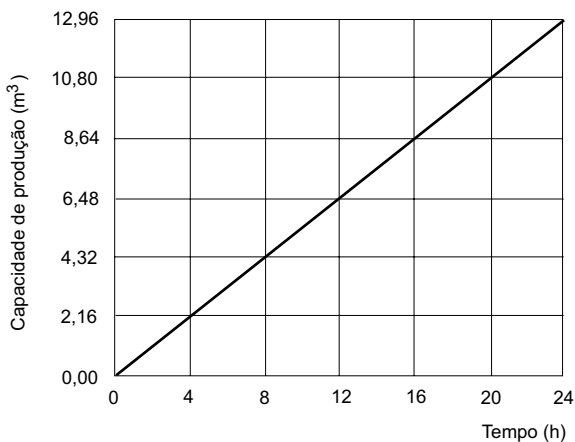

Figura 1 – Capacidade de produção do poço
- testes de capacidade de produção do poço asseguram uma capacidade de produção conforme gráfico da Figura 1.